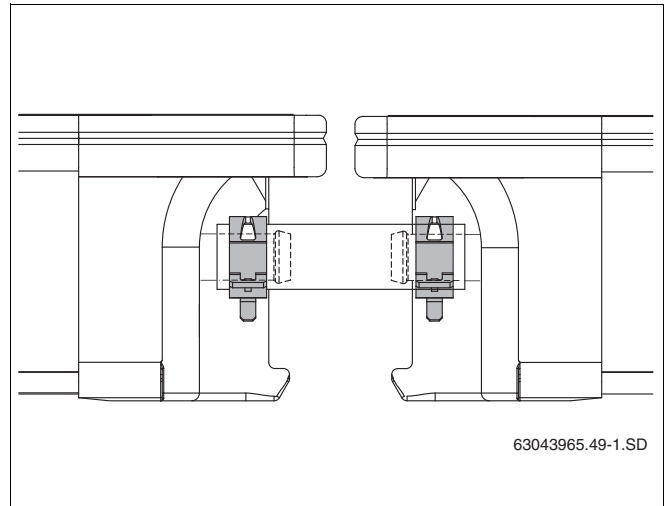

Рис. 50 Шланг солнечного коллектора с фиксирующими пружинными хомутами
- ▶ Зажмите все шланги на штуцерах коллектора пружинными хомутами (рис. 50).